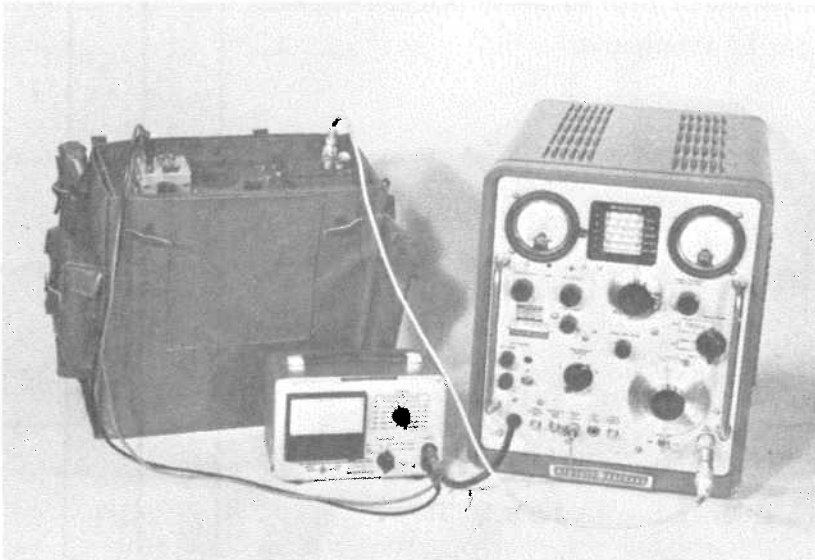

Bild 2
Anslut voltmetern till mätdonets hörtelefonanslutning alternativt till anslutning 3 och 4 på talgarnityrkontakten. Jord ansluts till anslutning 3. Se bild 2.
- Instrumentuppkoppling enligt bild 2.
Instrumentuppkoppling enligt bild 2.
Anslut signalgeneratoren enligt bild 2.